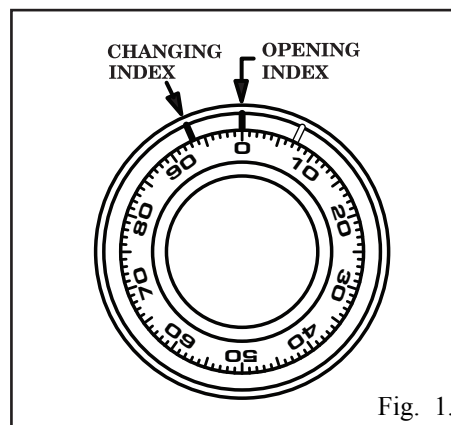

Fig. 1.
2. Use included sketches (see Figs. 1 & 2) to cut out small and large wall safe openings using the jig saw.
2. Utiliser les croquis joints (voir fig. 1 & 2) afin de découper l'ouverture, où on veut encstrer le coffre-fort, dans le mur à l'aide de la scie à chantourner.